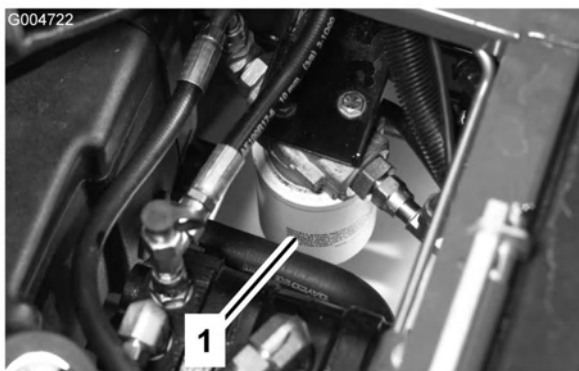

Figura 71
2. Limpe a zona em torno da montagem do filtro. Coloque um recipiente de escoamento debaixo do filtro e retire o filtro (Figura 71).